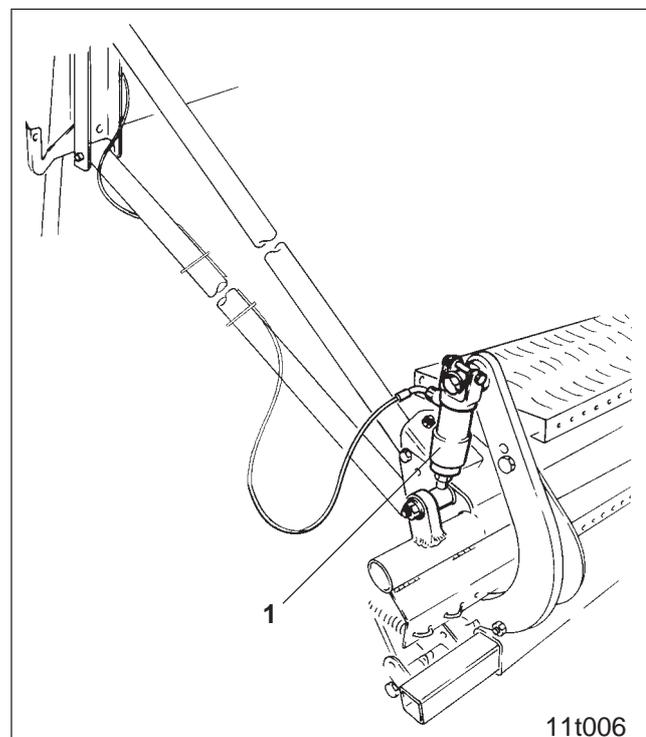
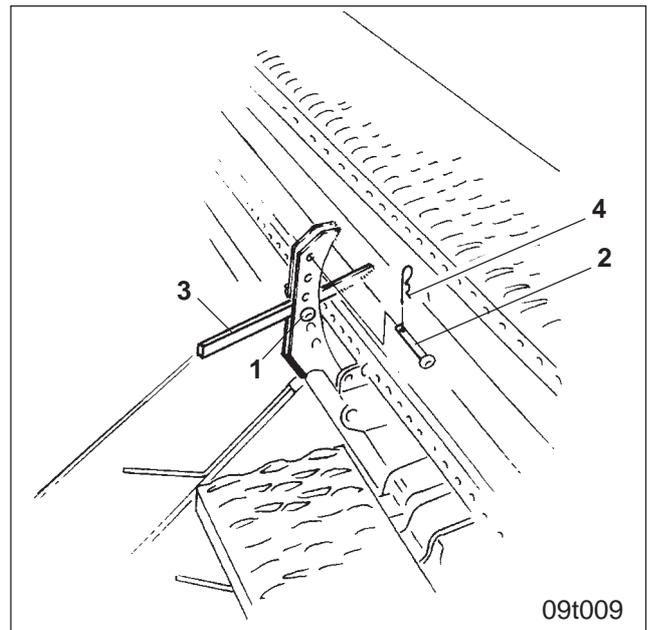

Fig. 25.9
Fig. 25.10
Beim Wechsel von normalem Boden auf schweren Boden und umgekehrt wird der Striegeldruck von einem Hydraulikzylinder (Fig. 25.9/1) verstellt.
Zwei Bolzen (Fig. 25.10/1 und Fig. 25.10/2) stecken als Anschlag des Hebels (Fig. 25.10/3) im Verstellsegment. Der Hebel (Fig. 25.10/3), der vom Hydraulikzylinder (Fig. 25.9/1) betätigt wird, liegt am Bolzen I (Fig. 25.10/1) an, wenn der Hydraulikzylinder drucklos ist, und am Bolzen II (Fig. 25.10/2) an, wenn der Hydraulikzylinder mit Druck beaufschlagt wird.
- Hydraulikzylinder (Fig. 25.9/1) drucklos machen.
- Bolzen II (Fig. 25.10/2) in eine Bohrung oberhalb des Hebels (Fig. 25.10/3) im Verstellsegment einstecken und mit einem Federstecker (Fig. 25.10/4) sichern.
- Hydraulikzylinder (Fig. 25.9/1) mit Druck beaufschlagen.
- Bolzen I (Fig. 25.10/1) in eine Bohrung im Verstellsegment unterhalb des Hebels (Fig. 25.10/3) einstecken und mit einem Federstecker (Fig. 25.10/4) sichern.